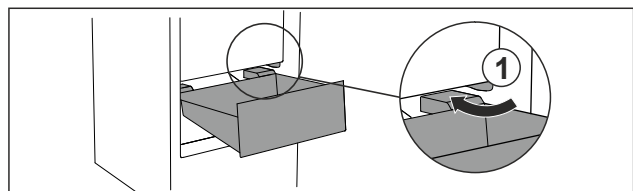

Fig. 78
- Predal speljite poševno okrog zaustavljalnikov Fig. 78 (1).